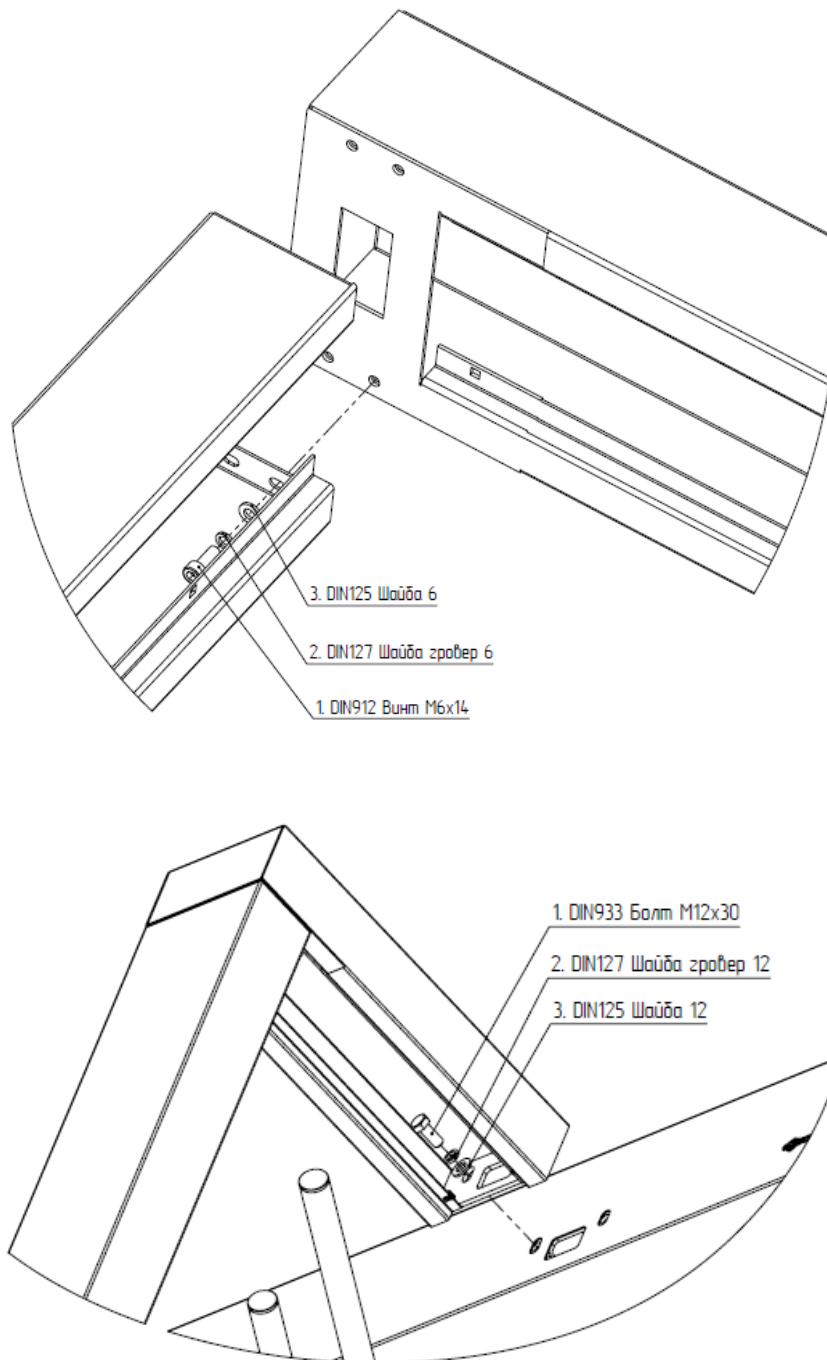

Рисунок 7 – Установка неподвижного элемента ограждения
4.2.8 Рисунок 7 – установить и закрепить неподвижный элемент ограждения турникета, используя анкера, закрутив их в соответствующие отверстия, используя ключ. Установить пластиковые колпачки на головки болтов крепления.